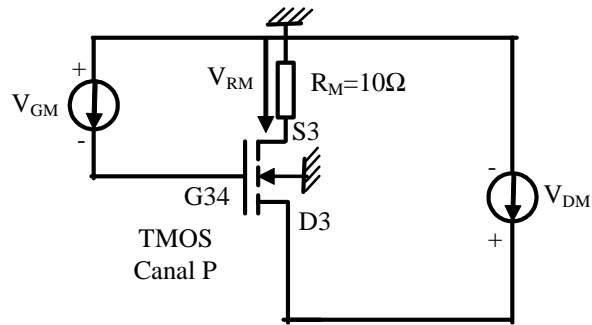

Figure 4 : Relevé $I_D(V_{GS})$ pour le transistor P-MOS
- Recopiez le schéma de la figure 4 et ajoutez-y la position des branchements vers l'oscilloscope pour réaliser la mesure $V_{RM} = f(V_{DM})$ en mode XY.